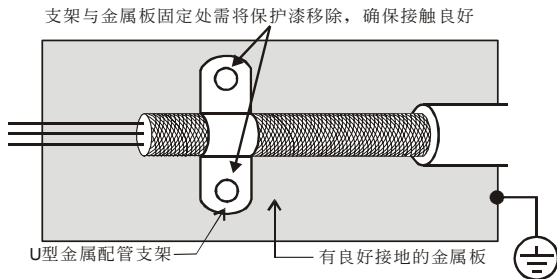

图 1
3. U 型金属配管支架与金属板固定处需将保护漆移除，确保接触良好，请见图 1 所示。